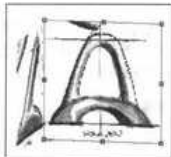

图 2-43 调入新的图片
- (6) 在特征管理器设计树中选取“右视基准面”，单击 (草图绘制) 工具进行草图 2 的绘制，单击草图工具栏中的 (插入图画) 工具，调入新的图片，如图 2-43 所示。此外，还可以通过“草图图片”属性管理器中的 (水平反转) 按钮与 (垂直反转) 按钮对图片进行更进一步的调整。